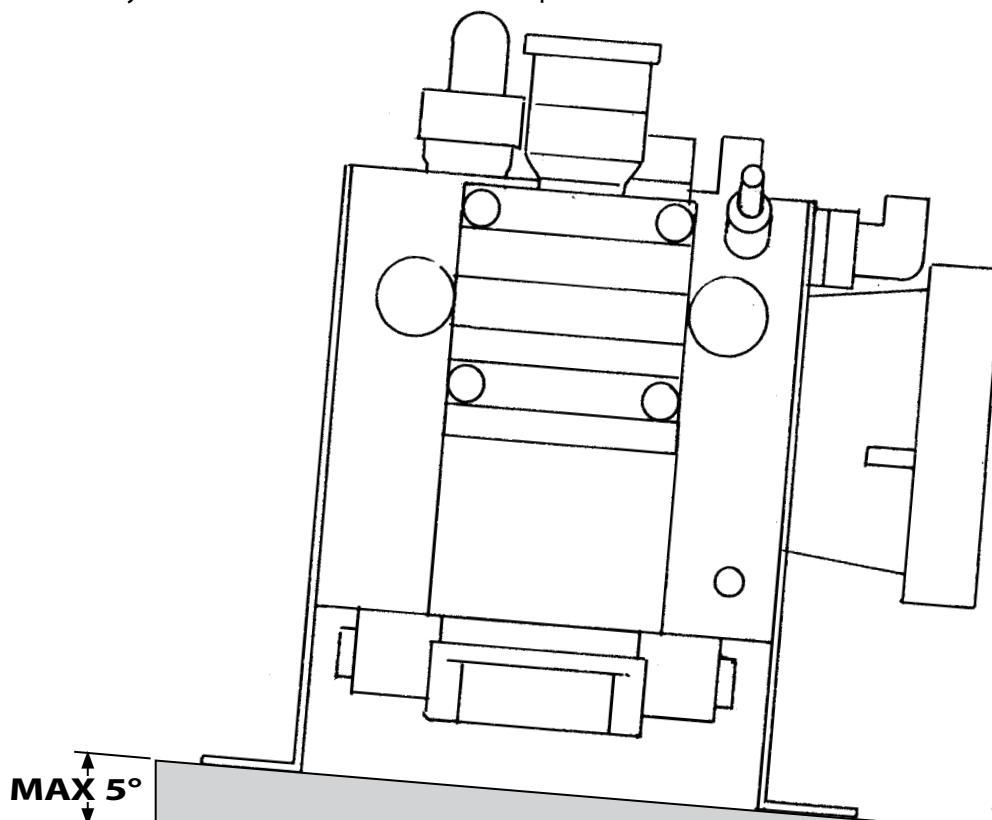

Fig. 1
- L'illustration représente l'inclinaison maximale admise à la pompe pour assurer une lubrification correcte du mécanisme à manivelle, qui est de **5° maxi (Fig. 1)**.